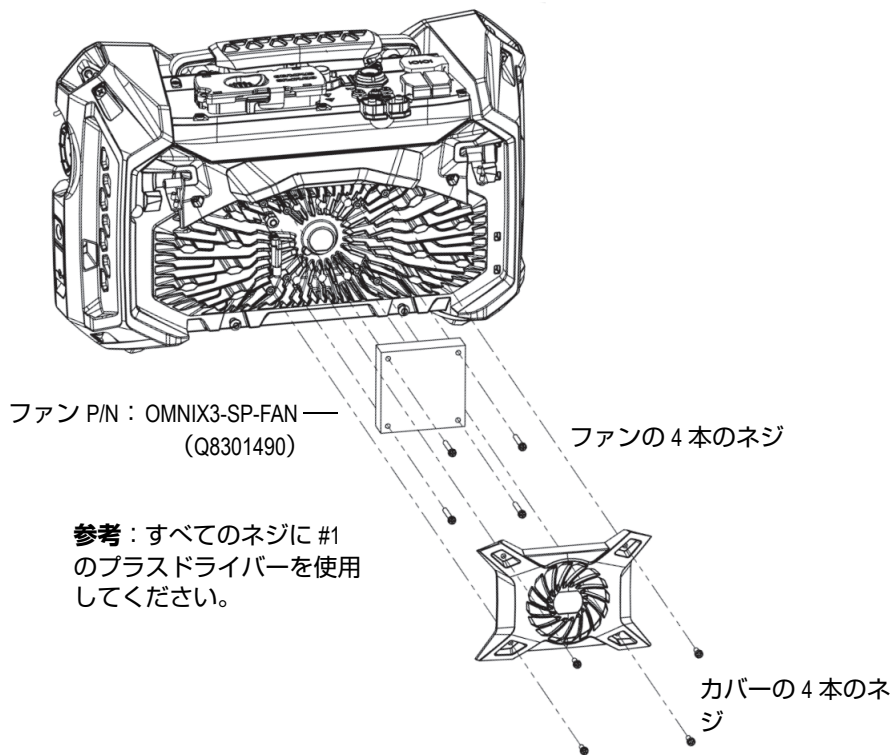

図 4-2 ファンおよびカバー部品の組み立て
2. 筐体外部からクリーニングしにくい場合や、ファンの修理が必要な場合は、ファンカバーを（必要な場合はファンも）外して、部品の表面を慎重にクリーニングします（54 ページの図 4-2）。